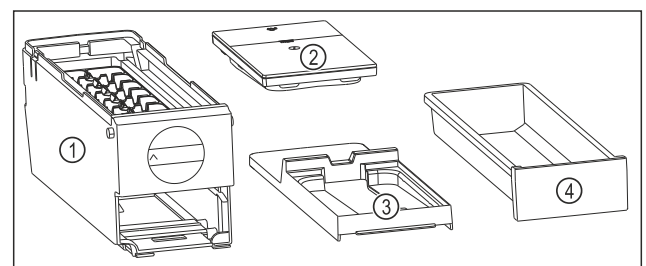

Fig. 123 Bestandteile des EasyTwist-Ice
- ▶ EasyTwist-Ice ist in vier Teile zerlegt. (siehe Fig. 123)
- ▶ EasyTwist-Ice nur in abgebildete Bestandteile zerlegen. (siehe Fig. 123)
- ▶ EasyTwist-Ice-Körper Fig. 123 (1) als Ganzes reinigen.